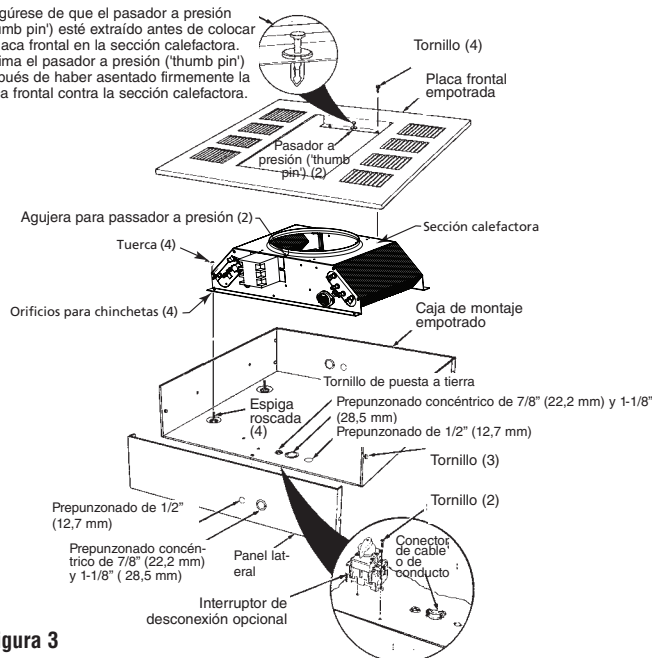

Figura 3
1. Extraiga la caja de montaje empotrado (Figura 3) de la caja que contiene el gabinete de montaje empotrado tipo REA.
2. Quite los tres tornillos y el costado de la caja de montaje empotrado para facilitar el conexionado (Figura 3).
3. Extraiga uno de los prepunzonados e instale un conector de cable o de conducto (Figura 3).
4. Instale el interruptor de desconexión opcional (si fuera necesario) como se indica en la Figura 3.
8. Posicione la sección calefactora sobre las espigas roscadas de la caja de montaje empotrado (Figura 3).
- Empuje la sección calefactora sobre las espigas roscadas y apriete firmemente las cuatro tuercas (suministradas) en las espigas roscadas, a fin de asegurar la sección calefactora a la caja de montaje empotrado (Figura 3).
- Extraiga la placa frontal empotrada (Figura 3) de la caja que contiene el gabinete de montaje empotrado tipo REA.
**NOTA:** asegúrese de que el pasador a presión ('thumb pin') de cada extremo de la abertura de la rejilla de descarga esté extraído, para permitir que el cuerpo de estos pasadores encaje en los agujeros de la sección calefactora (Figura 3).
- Instale y apriete firmemente los cuatro tornillos (suministrados) para asegurar la placa frontal empotrada a la sección calefactora (Figura 3).